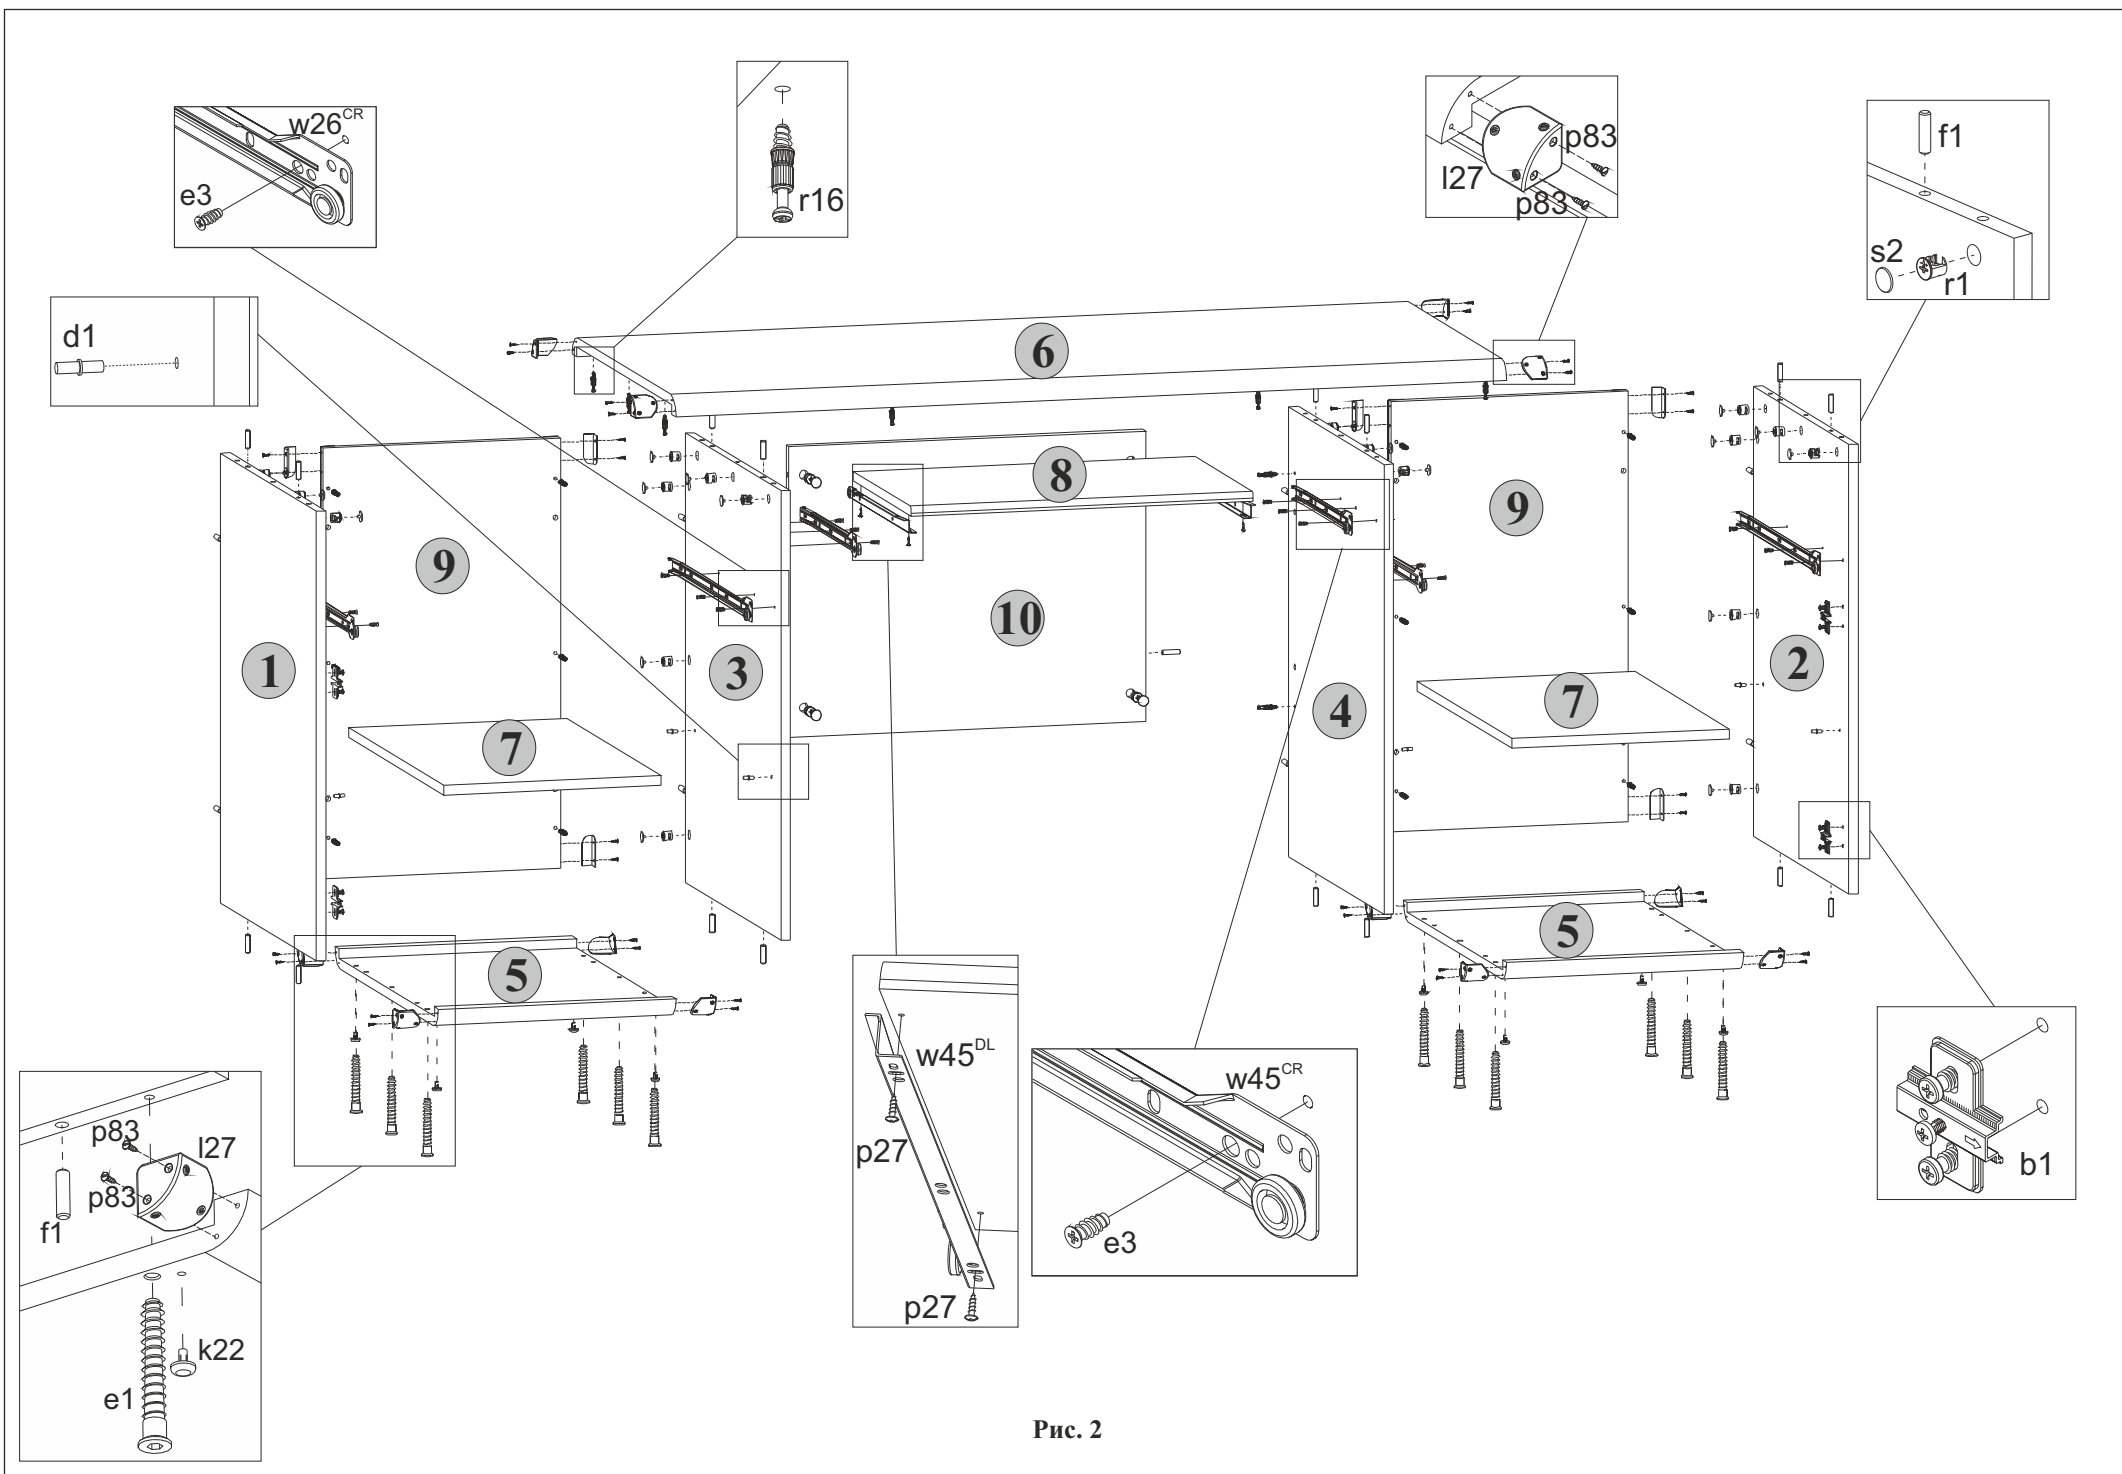

Рис. 2
5.5 В отверстия диаметром **5 мм** у фасадных кромок на правой поверхности стенки боковой **1** и на левой поверхности стенки боковой **2**, закрепить направляющие петель **b1**, пользуясь крестообразной отверткой (**см.рис. 2**).
5.6 В отверстия диаметром **5 мм** на правой поверхности стенки боковой **1**, на левой поверхности стенки боковой **2**, на левой поверхности стенки средней **3** и на правой поверхности стенки средней **4** вставить полкодержатели **d1** (**см.рис. 2**).
5.7 В отверстия диаметром **5 мм** на передних поверхностях деталей **9**, на нижней поверхности щита верхнего **6**, на правой поверхности стенки средней **3** у задней кромки и на левой поверхности стенки средней **4** у задней кромки вкрутить винты стяжки **r16**, пользуясь крестообразной отверткой (**см.рис. 2**).
5.8 На правой поверхности стенки боковой **1**, на левой поверхности стенки средней **3**, на правой поверхности стенки средней **4**, на левой поверхности стенки боковой **2** и на передней поверхности щита **10** в отверстия диаметром **15 мм** вставить стяжки эксцентровые **r1** (**см.рис. 2**). 5.9 В отверстия диаметром **4,5 мм** на нижних поверхностях щитов нижних **5** вставить опоры полимерные **k22** (подпятники) (**см.рис. 2**).
5.11 К деталям **1** и **3** присоединить щит нижний **5** и стянуть еврошурупами **e1**, пользуясь специальным ключом **z1** из комплекта фурнитуры (**см.рис. 2**).
5.14 К правой поверхности стенки средней **3** присоединить щит **10** и затянуть стяжки эксцентровые **r1**, пользуясь специальным ключом **z1** из комплекта фурнитуры. Стяжки эксцентровые закрыть заглушками **s2** (**см.рис. 2**).
5.16 К деталям **2** и **4** присоединить щит нижний **5** и стянуть еврошурупами **e1**, пользуясь специальным ключом **z1** из комплекта фурнитуры (**см.рис. 2**).
5.19 К левой поверхности стенки средней **4** присоединить щит **10** и затянуть стяжки эксцентровые **r1**, пользуясь специальным ключом **z1** из комплекта фурнитуры. Стяжки эксцентровые закрыть заглушками **s2** (**см.рис. 2**).
5.20 К стенкам боковым **1** и **2**, а также к стенкам средним **3** и **4** присоединить щит верхний **6** и затянуть стяжки эксцентровые **r1**, пользуясь специальным ключом **z1** из комплекта фурнитуры. Стяжки эксцентровые закрыть заглушками **s2** (**см.рис. 2**).
5.2 В отверстия диаметром **8 мм** на задних, верхних и нижних кромках стенок боковых **1** и **2**, на задних, верхних и нижних кромках стенок средних **3** и **4**, на боковых кромках щита **10** вбить деревянные шканты **f1** (**см.рис. 2**).